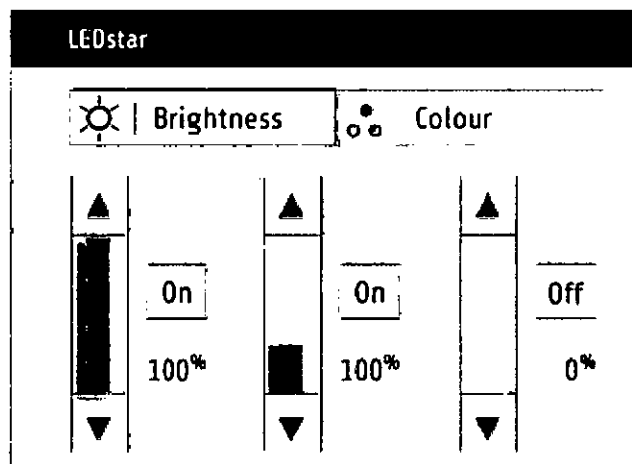

Figura 4 – Pantalla de brillo de LEDstar
2. Luego de la pantalla de inicio el visor se encenderá con una pantalla más brillante, la cual se muestra en la Figura 4. Para cada puerto de iluminación el visor mostrará: